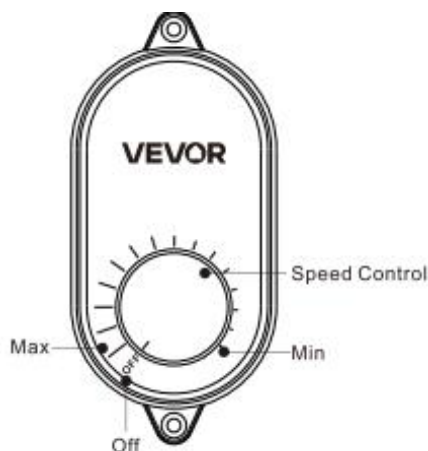

Bild 2
3. Gemäß dem Schaltplan schließen Sie den Ventilator an eine Wechselstromversorgung von 120 V/60 Hz an und verwenden Sie dann den einphasigen Schalter als Lüftersteuerschalter, um den Ventilator zu starten und zu stoppen. (Bild 2)